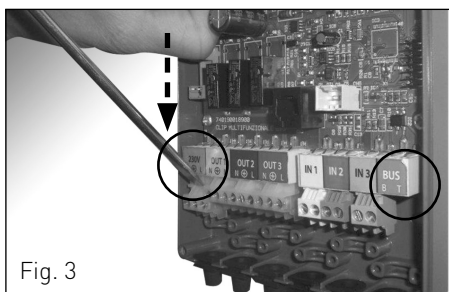

Fig. 3
- tire delicadamente os dois conectores na extremidade da caixa de bornes (fig. 3)